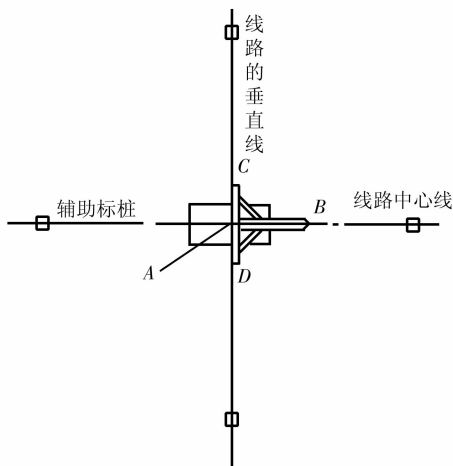

图 2-3 直线单杆杆坑定位
(1) 杆位标桩检查。在需要检查的标桩及其前后相邻的标桩中心点上各立一根测杆，从一侧看过去，要求三根测杆都在线路中心线上。此时，在标桩前后沿线路中心线各钉一辅助标桩，以确定其他杆坑位置。
(2) 用大直角尺找出线路中心线的垂直线，将直角尺放在标桩上，使直角尺中心 A 与标桩中心点重合，并使其垂边中心线 AB 与线路中心线重合，此时直角尺底边 CD 即为路线中心线垂直线（见图 2-3），在此垂直线上于标桩的左右侧各钉一辅助标桩。
(3) 根据表 2-2 中的公式，计算出坑口宽度和周长（坑口四个边的总长度）。用皮尺在标桩左右两侧沿线路中心线的垂直线各量出坑口宽度的一半（即为坑口宽度），钉上两个小木桩。再用皮尺量取坑口周长的一半，折成半个坑口形状，将皮尺的两个端头放在坑宽的小木桩上，拉紧两个折点，使两折点与小木桩的连线平行于线路中心线，此时两折点与小木桩和两折点间的连接即为半个坑口尺寸。依次画线后，
将尺翻过来按上述方法画出另半个坑口尺寸,即完成了坑口画线工作,如图 2-3 所示。